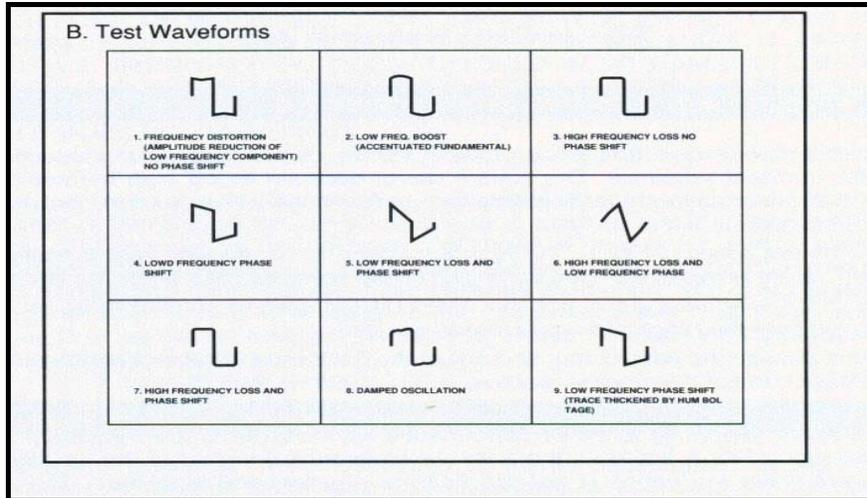

Abb. 7-2: Testaufbau zur Überprüfung der Leistungskennndaten von Endverstärkern mit Hilfe eines Rechtecksignals
1. Testaufbau nach Abbildung 7-2 erstellen. Der 50 Ω- Abschlusswiderstand am Verstärker ist bei Verwendung eines Rechteck-Testsignals unbedingt erforderlich, um ein durch schnelle Anstiegszeiten verursachtes Klirren zu vermeiden.
2. Dreiecksignal einspeisen und Amplitudenregler (18) am Signalgenerator so einstellen, dass das Signal im gewählten Frequenzbereich in seiner Amplitude nicht beschnitten wird.